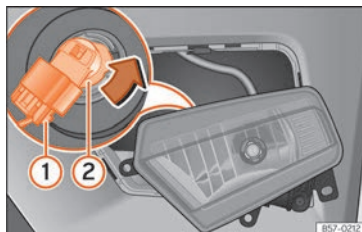

Fig. 113 Phare antibrouillard : dépose du support d'ampoule
3. Retirez l'agrafe métallique située sur la partie supérieure du projecteur antibrouillard vers l'extérieur du véhicule ③ [B] avant de retirer le projecteur antibrouillard.
4. Retirez le connecteur » fig. 113 ① de l'ampoule.
5. Tournez le support d'ampoule » fig. 113 ② vers la gauche puis tirez.